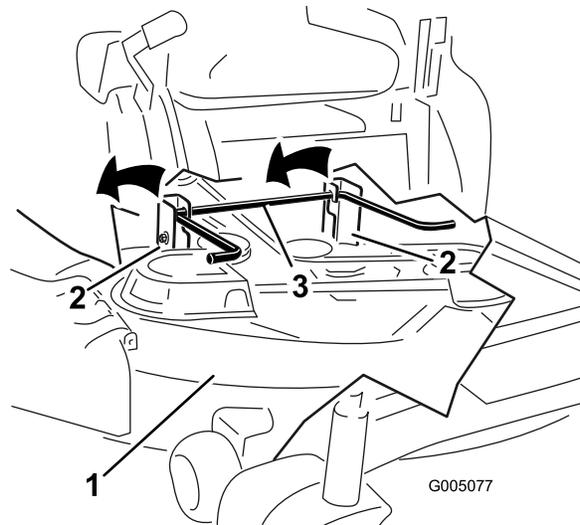

Figura 58
5. Eleve la carcasa de corte y separe ésta y las pletinas de suspensión de la varilla de elevación trasera; luego baje el cortacésped con cuidado al suelo (Figura 58).
5. Eleve la parte trasera de la carcasa de corte y coloque las pletinas de suspensión sobre la varilla de elevación trasera (Figura 58).